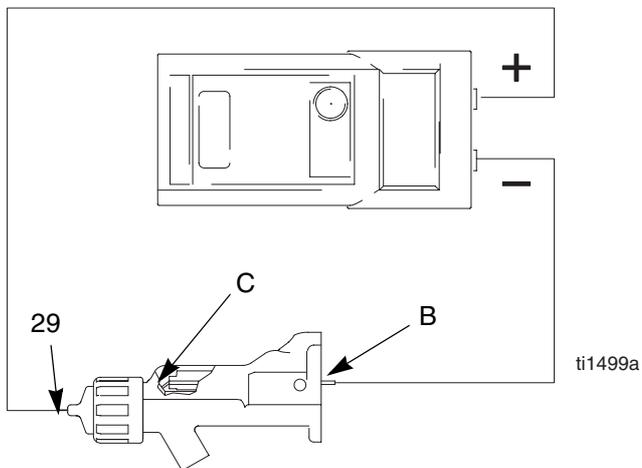

Fig. 19. Pruebe la resistencia del electrodo
2. Introduzca una varilla conductora (B) en el cañón de la pistola (que se desmontó para la prueba de la fuente de energía) y apriétela contra el contacto metálico (C) de la parte delantera del cañón.
3. Mida la resistencia entre la varilla conductora (B) y el electrodo (29). La resistencia debe estar comprendida entre 20 y 30 megaohmios. Vea FIG. 19.